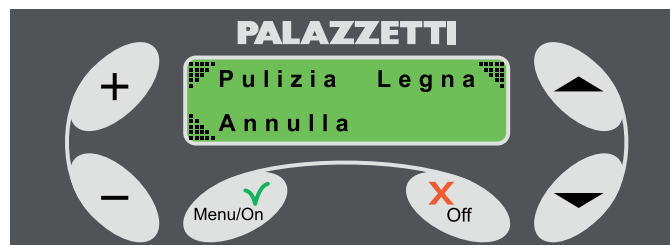

Fig. 1.3.6
È comunque possibile effettuare il cambio immediato del combustibile, senza attendere la fine della fase di **AVVIO** premendo per almeno tre secondi il pulsante Off. Apparirà un menù di scelta multipla (Fig. 1.3.6). Premendo entro 20 secondi il "▲" si potrà passare direttamente nello stato **LEGNA**, altrimenti la stufa si riporterà nella fase di avvio.
- 5) Tenendo premuto il pulsante **Off** per almeno 3 secondi si avrà accesso al menù di (Fig. 1.3.6) nel quale si potrà scegliere (premendo il tasto "▲") la visualizzazione dello stato **LEGNA**.